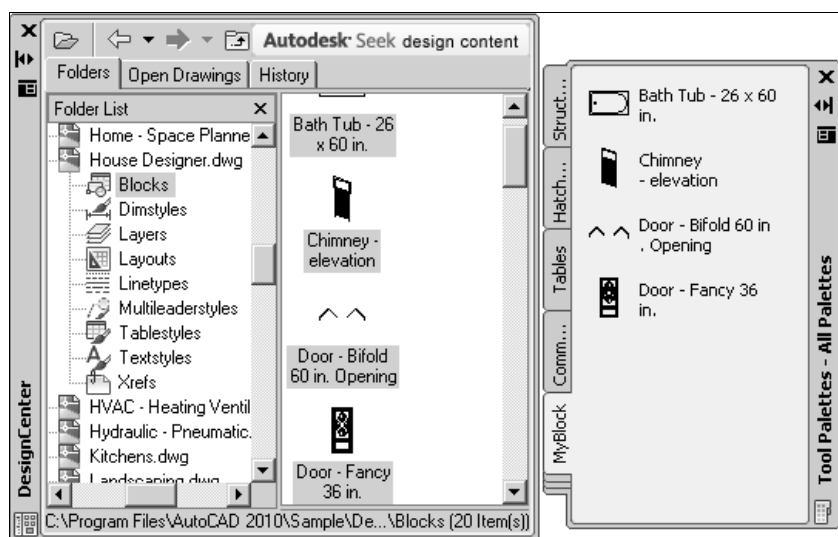

Рис. 16.9. Копирование блоков из файла на палитру
4. Раскройте список именованных объектов этого файла щелчком на кнопке с плюсом слева от его имени, а потом выберите из него строку **Blocks**, чтобы вывести в зоне содержимого (правое поле центра управления) перечень блоков, имеющихся в этом файле (рис. 16.9).